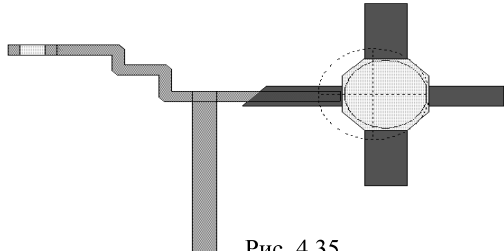

Рис. 4.35
4. Продолжайте двигать инструмент трассировки к точкам нужного маршрута, щёлкая левой кнопкой мышки, чтобы фиксировать точки изгиба, затем дважды щёлкните левой кнопкой мышки, чтобы закончить трассировку. Пример полученной топологии показан на рис. 4.35.